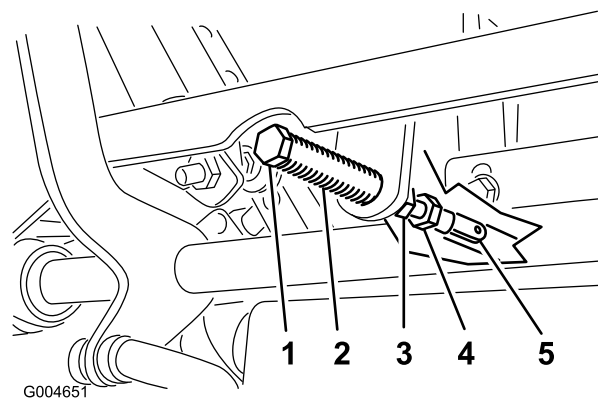

図 59
5. クレビスピン (ピボットシャフトの上のアームについている) がスロットの端部に接触する (スプリングに圧力が掛かり始める位置) まで、レバーを手前に引く (図 59)。
7. 調整が必要な場合は、ジャムナットをゆるめて調整ナットをヨーク側に移動できるようにする (図 59)。
8. コントロールレバーを軽く手前 (後退側) に引きながら、調整ボルトを回して、コントロールレバーがちょうどニュートラル固定位置にくるように調整する (図 59)。
9. ナットとジャムナット (図 59) を締め付ける。
10. ボールジョイント部でジャムナット(図 59)を締めつける。